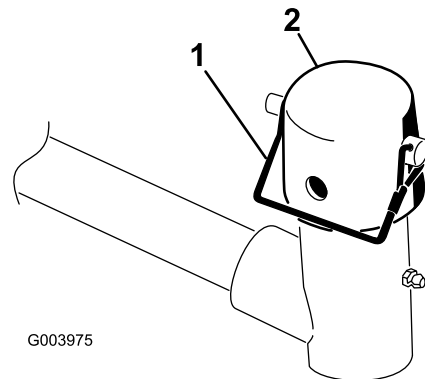

图 6
7. 从提升臂轴轳上拆下锁扣销和中心盖(图6)。
注意 如果需要可偏转的滚刀组可使用槽如果需要滚刀组锁定到位可使用孔 (图 6)。